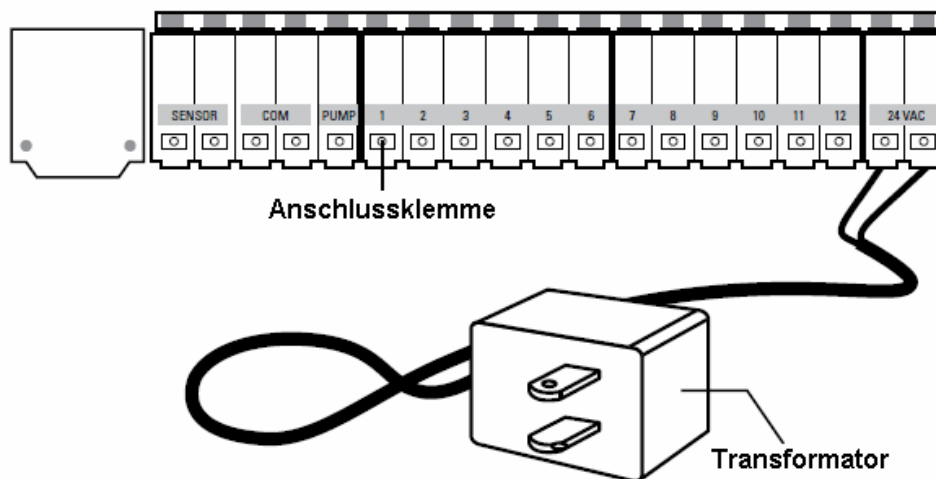

Abb. 4: Anschließen des Transformators
- Suchen Sie die zwei Anschlussdosen, die mit „24 VAC“ gekennzeichnet sind. (Siehe Abb. 4)